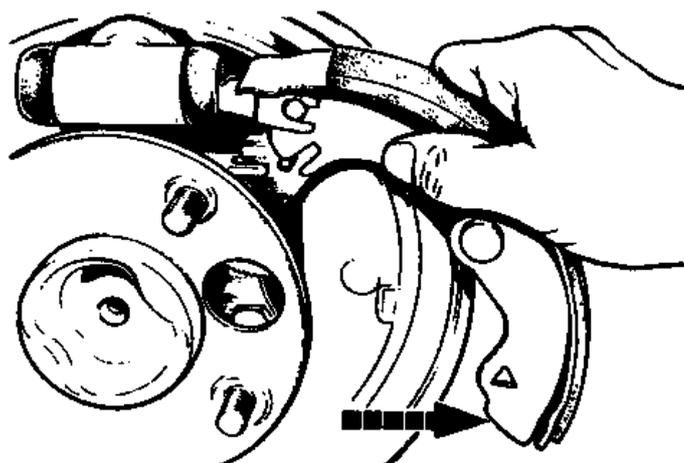

Рис.9.9. Снятие передней тормозной колодки (Разд.8)
6. Оттяните нижнюю часть передней тормозной колодки вперед по ходу автомобиля. При этом храповик и собачка механизма автоматической регулировки выйдут из зацепления. Теперь поверните тормозную колодку вбок, чтобы снять ее с распорки, и извлеките ее (Рис.9.9).